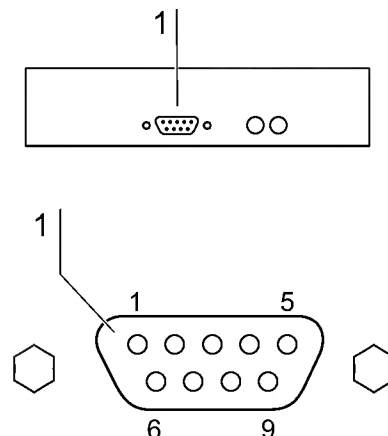

Fig. 13
2. **Fig. 13:** Encaixar o conector do cabo de interface serial (não faz parte do conjunto de fornecimento) na tomada [1] na interface de alimentação do aparelho no lado traseiro do aparelho. Lado frontal do aparelho no quadro de comando.